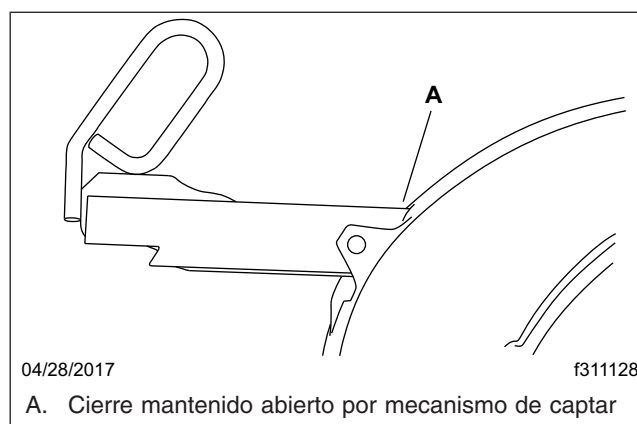

Figura 18.6, Manija de liberación de Jost en posición abierta
2. Abra las mordazas del remolque. Vea la **Figura 18.6**.
- 6.3 **Jost:** Jale la manija retraíble hacia afuera, entonces asegúrela en la posición abierta con la traba. Vea la **Figura 18.6**.